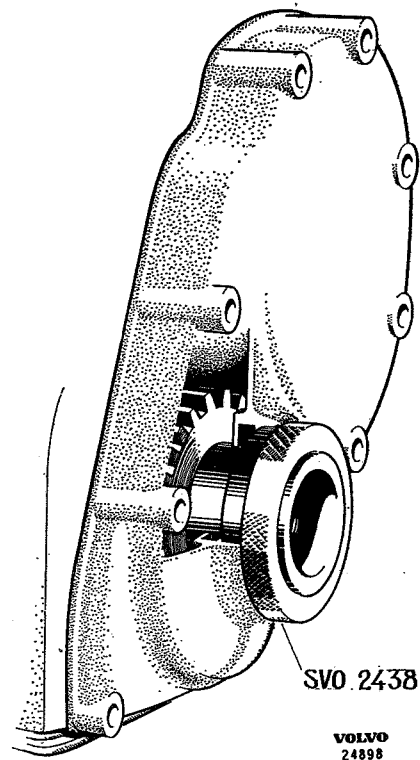

Fig. 2-45. Het centreren van het distributiedeksel
6. Centreer het deksel met ring SVO 2438, zie Fig. 2-45. Draai de ring en zet onderwijl de bouten vast en verschuif het deksel zo, dat de ring niet klemt. Controleer na het vastzetten van het deksel of de ring gemakkelijk zonder klemmen gedraaid kan worden.